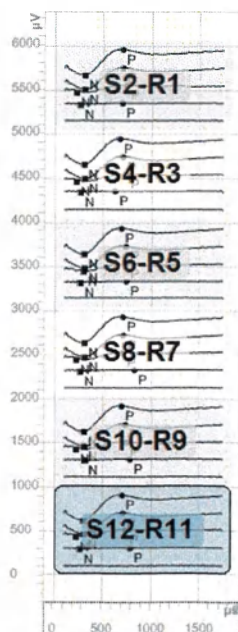
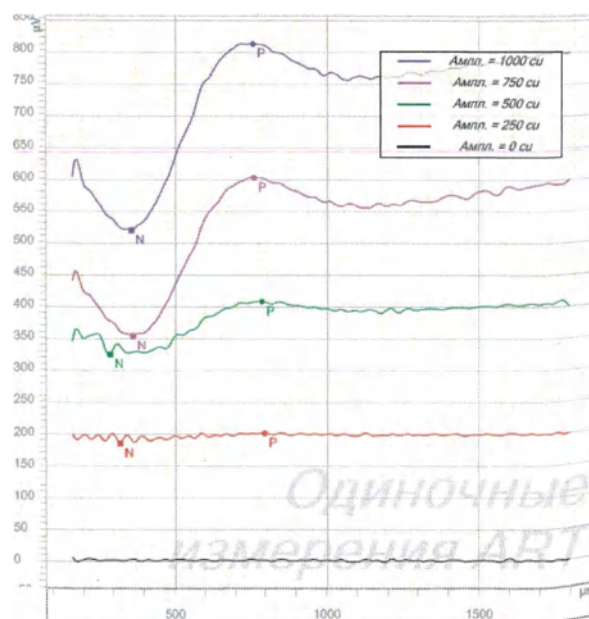

Рис. 100 Выбор единичного измерения
Рис. 101 Сигналы, измеренные для функции роста амплитуды
1. Область, показанная на рис. 100, позволяет выбирать определенное одиночное измерение. Полученные для одиночного измерения сигналы отображаются в области, показанной на рис. 101.
2. В поле на рис. 101 показываются измеренные сигналы отдельного единичного измерения как функция напряжения от времени. Показан сигнал, полученный для каждого параметра цепной функции (см. разделы 6.5.2.2, 6.5.2.3 и 6.5.2.4). Если приложение MAESTRO распознает точку первого минимума и точку первого максимума, обе точки автоматически обозначаются символами N и P.
Область **Режим редактирования мышью** позволяет вручную изменить кривые результата с помощью кнопок **Масштаб**, **Тянуть** и **Выбрать**. Кроме того, чтобы выбрать различные режимы можно щелкнуть диаграмму кривых результатов правой кнопкой мыши (см. рис. 101).
Кнопка **Масштаб** позволяет увеличивать отдельные области диаграммы кривых результатов (рис. 101) для диаграмм функции роста амплитуды, функции восстановления и функции распространения возбуждения. Чтобы задать положение угла нового окна отображения, нажмите левую кнопку мыши. Удерживайте кнопку нажатой, чтобы открыть прямоугольник. Щелкните правой или средней кнопкой мыши, чтобы отобразить диаграмму полностью.